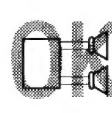

Fig. 3
- **Redo** the speaker wiring so that you can connect the unit to the speakers as illustrated in Fig. 3.
- **If the speaker wiring in your car is as illustrated in Fig. 3,** you can connect the unit using the original speaker wiring in your car.
- **Vuelva a efectuar el conexionado de altavoz de manera que pueda conectar la unidad a los altavoces de la manera indicada en la Fig. 3.**
- **Si el conexionado de altavoz de su automóvil es como se indica en la Fig. 3,** podrá conectar la unidad utilizando el conexionado de altavoz original de su automóvil.
- **Recommencez le câblage des enceintes de façon que vous puissiez connecter l'appareil aux enceintes comme montré sur la Fig. 3.**
- **Si le câblage des enceintes de votre voiture est comme montré sur la Fig. 3,** vous pouvez connecter l'appareil en utilisant ce câblage original d'enceintes pour votre voiture.